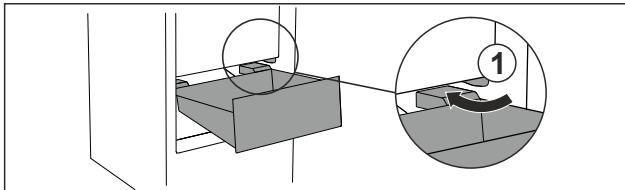

Fig. 102
- ▶ Lade schuin rond de stoppers Fig. 102 (1) leiden.